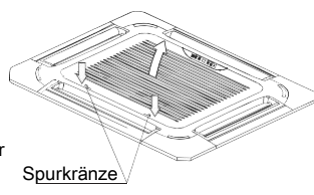

Abb.5-9
- Schieben Sie beide Spurkränze gleichzeitig in die Mitte und ziehen Sie sie dann nach oben. (Siehe Abb. 5-9).